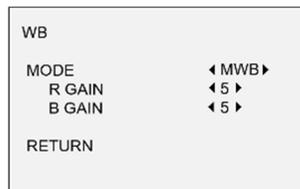

Abbildung 3-3 WB
**MWB (Manueller Weißabgleich):** Stellen Sie den R GAIN / B GAIN-Wert von 1 bis 255 ein. Siehe Abbildung 3-3.